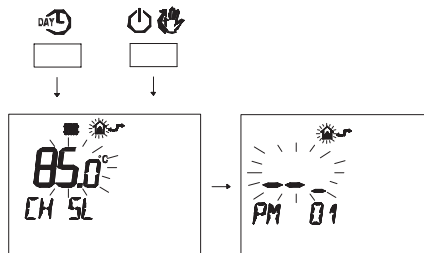

Figura 5.43
- Premere contemporaneamente i pulsanti  e  per entrare nella programmazione trasparente (Figura 5.43).